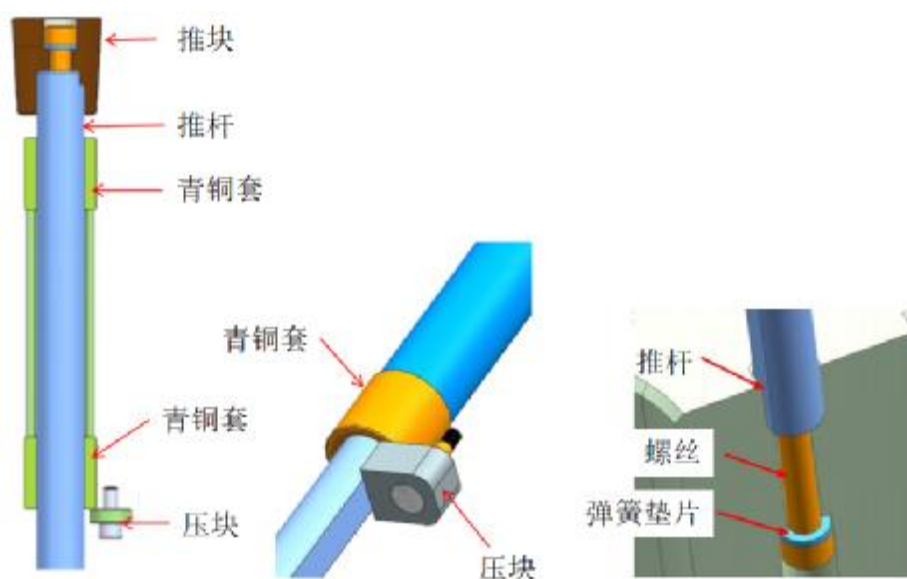

图 7-8 推块结构的组成
- 1) 推块结构由推块、推杆、导套（青铜套）、压块、锁紧螺丝等零件构成（如图 7-8 所示）。